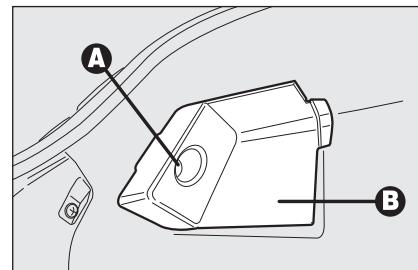

fig. 37
- ☐ svitare la vite **A-fig. 37** e rimuovere il coperchio di protezione **B**;
- ☐ rimontare il coperchio di protezione **B-fig. 37** ed avvitare la vite **A**.